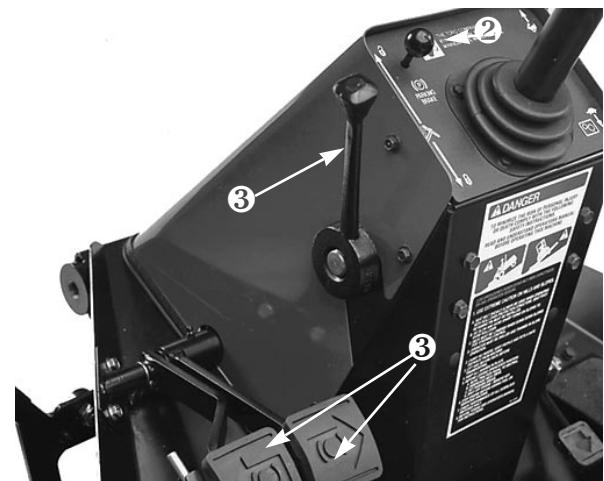

Fig. 17
**Pedali del freno** (Fig. 17)—Due pedali, in basso a sinistra, agiscono sui singoli freni delle ruote per agevolare lo sterzo, per il parcheggio e per agevolare la trazione in collina. Il perno di bloccaggio è per il parcheggio.
**Dispositivo di bloccaggio del freno di stazionamento** (Fig. 17)—La manopola a sinistra della consolle agisce sul dispositivo di bloccaggio del freno di stazionamento. Per innestare il freno di
**Leva di inclinazione del volante** (Fig. 17)—Questa leva, a sinistra della consolle, permette di regolare il volante, per il confort dell'operatore.